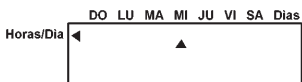

fig.12
- 2) Desplazarlo con los pulsadores $\downarrow \uparrow$ hasta el día corriente (fig. 12)